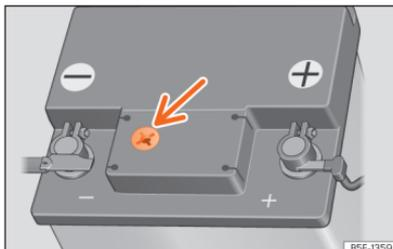

Fig. 217 Janela de inspeção na parte superior da bateria de 12 volts (representação esquemática).
- Verifique o indicador de cor na janela de inspeção, na parte superior da bateria »» **Fig. 217**.